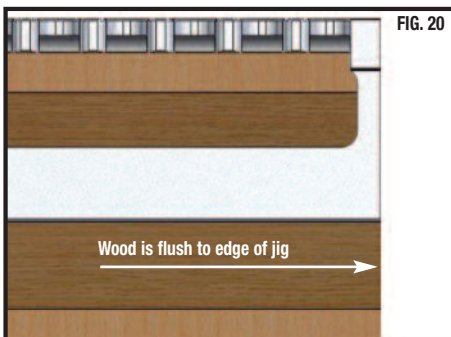

FIG. 20
3. Alinee un extremo de la placa a cortar con el borde externo del dispositivo. (Fig. 20)